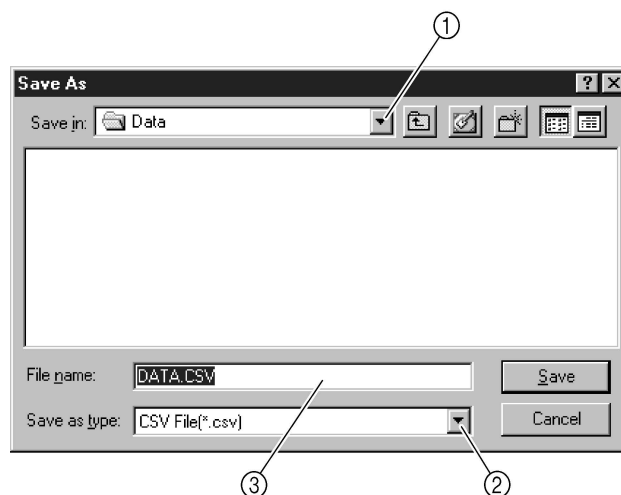

Fig. 30
2. Select the disk and folder where the data will be saved and specify its file name. (Fig. 30)
To cancel saving, click the **Cancel** button. (Fig. 30)
| <p>2. Sélectionner le disque et le dossier dans lequel les données seront enregistrées et indiquer son nom de fichier (Fig. 30).</p> <p>① Choisir le dossier de destination
② Choisir le type des données
③ Saisir le nom du fichier</p> <p>3. Cliquer sur le bouton Save pour enregistrer les données.
Pour annuler l'enregistrement, cliquer sur le bouton Cancel (Fig. 30).
Les données enregistrées peuvent être affichées dans Microsoft® Excel (Fig. 31).</p> | <p>2. Wählen Sie die Diskette und Datei in welcher die Daten gespeichert werden sollen und geben Sie einen Dateinamen ein. (Abb. 30)</p> <p>① Wählen Sie eine Speicher-Datei aus
② Wählen Sie die Datenart
③ Geben Sie den Dateinamen ein</p> <p>3. Klicken Sie auf Save, um die Daten zu speichern.
Um das Speichern abzubrechen, klicken Sie auf Cancel. (Abb. 30)
Die gespeicherten Daten können in Microsoft® Excel angeschaut werden. (Abb. 31)</p> | <p>2. Seleccione el disco y la carpeta en la que desea guardar los datos y especifique el nombre de archivo. (Fig. 30)</p> <p>① Escoja la carpeta en la que desee guardar los datos
② Escoja el tipo de datos
③ Introduzca el nombre de archivo</p> <p>3. Haga clic en el botón Save para guardar los datos.
Para cancelar la operación de guardar, haga clic en el botón Cancel. (Fig. 30)